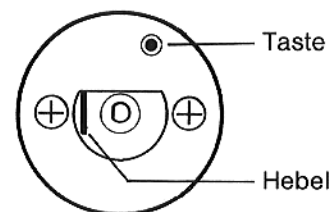

Abb. 4
6. Hebel oder Taste (je nach Reglertyp) mit Schraubendreher o. ä. nach hinten drücken und so lange festhalten, bis der Sicherheitstemperaturbegrenzer auslöst (Abb. 4).